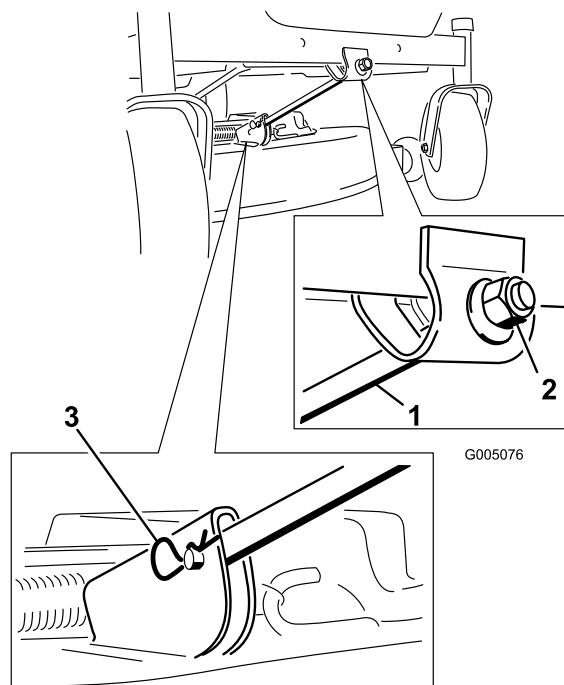

Figura 52
4. Togliete la coppiglia a forcina e il perno con testa dall'asta di sostegno anteriore (Figura 52). Abbassate con cautela la parte anteriore del piatto di taglio fino al suolo.
6. Montate l'asta di sostegno anteriore sul piatto di taglio con il perno con testa e la coppiglia a forcina (Figura 52).